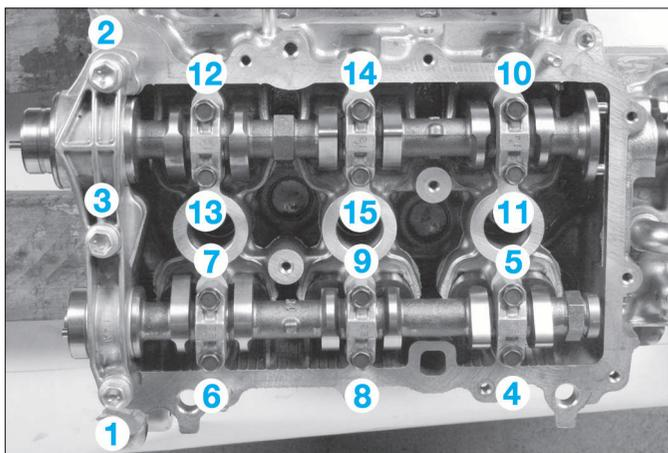

FIG. 70
- Desserrer dans l'ordre indiqué les paliers d'arbre à cames (Fig.70).